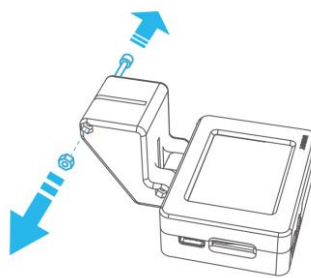

图 3.6 松开螺丝
**步骤 1** 使用1.5mm内六角扳手松开AI摄像头套件的螺丝，如图 3.6所示。